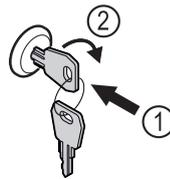

Fig. 182
- ▶ Schlüssel hineindrücken. Fig. 182 (1)
- ▶ Schlüssel um 90° im Uhrzeigersinn drehen. Fig. 182 (2)